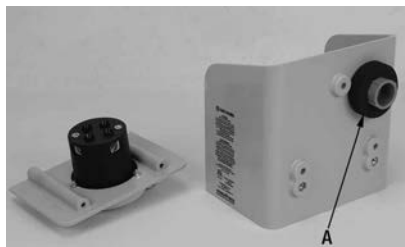

FIGURE 11
1. Installez le joint isolant (A) Fig.11 sur l'arrière du manchon en PVC, tel que montré.
2. Assurez-vous que le ou les joints isolants (A) Fig.11 sont suffisamment comprimés pour assurer l'étanchéité.